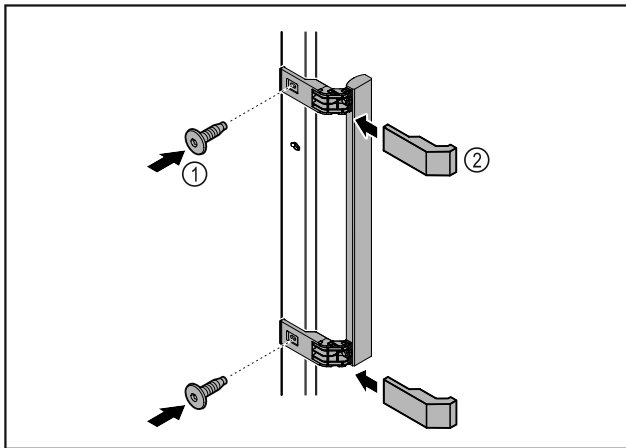

Fig. 8
- ▶ Τοποθετήστε τη λαβή από τη συσκευασία με τις βίδες Fig. 8 (1) στην πόρτα.
- ▶ Τοποθετήστε το κάλυμμα Fig. 8 (2).